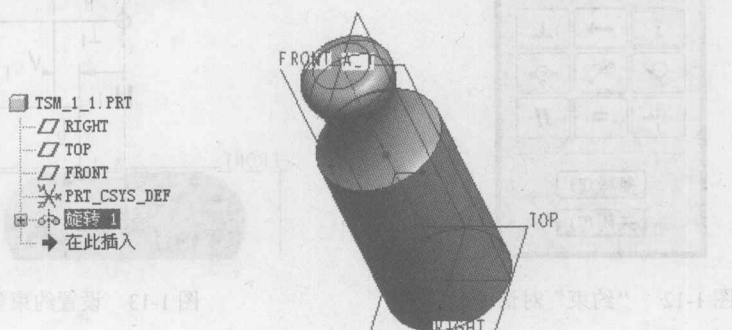

图 1-10 手柄主体
7) 在旋转操控板上, 单击  (完成) 按钮, 完成的旋转特征如图 1-10 所示。